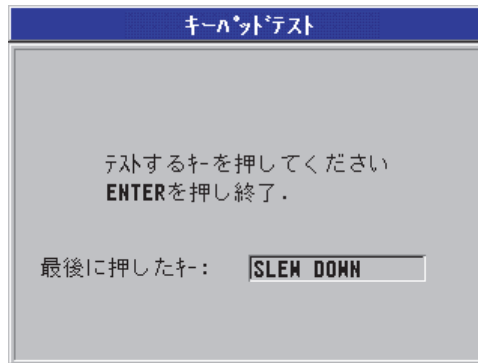

図 12-2 キーパッドテスト画面
4. キーパッドテストが選択されているときは、キーパッドテスト画面（218 ページの図 12-2 を参照）で以下の操作を行います。